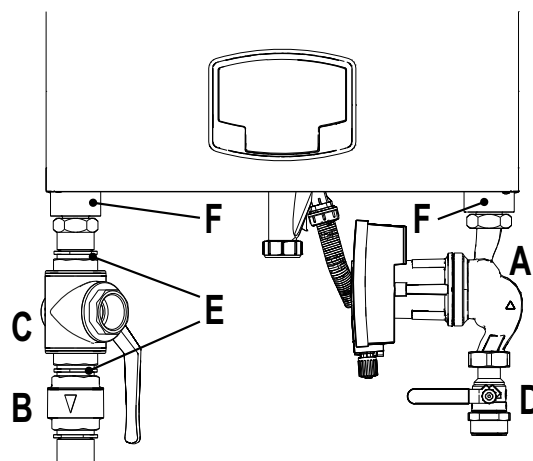

fig. 37- Caldera con kits instalados
cód. 042070X0 - KIT BOMBA DE CIRCULACIÓN DE ALTA EFICIENCIA - 7 m (A - fig. 37)
cód. 042071X0 - KIT BOMBA DE CIRCULACIÓN DE ALTA EFICIENCIA - 10 m (A - fig. 37)
- 1 **VÁLVULA ANTIRRETORNO - Hembra 1"1/2 (B - fig. 37)**
- 2 **LLAVE DE PASO 3 vías 1"1/2 (C - fig. 37)**
- 3 **LLAVE DE PASO macho/hembra 1"1/2 (D - fig. 37)**
- 4 **NIPLE DE CONEXIÓN 1"1/2 (E - fig. 37)**
- 5 **Tubos de conexión de la ida y el retorno 1"1/2 (F - fig. 37)**